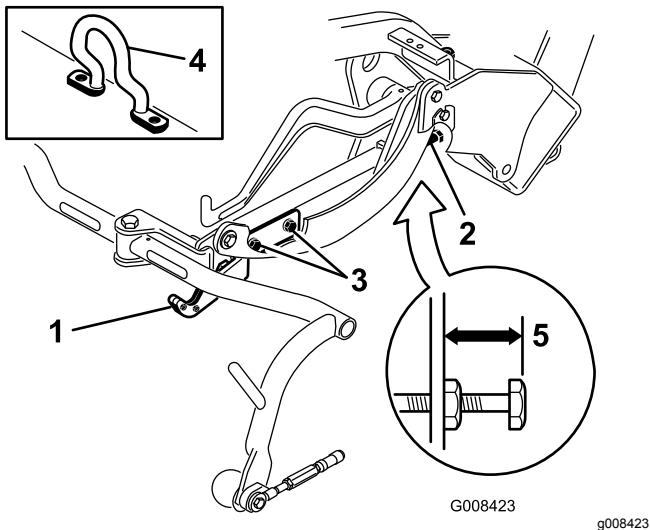
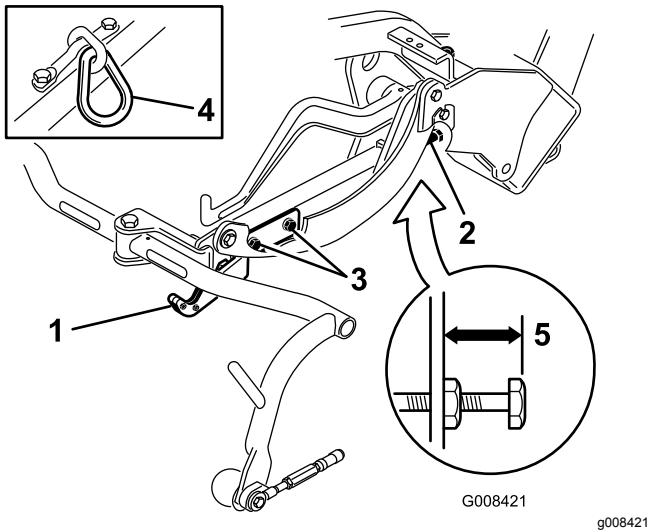
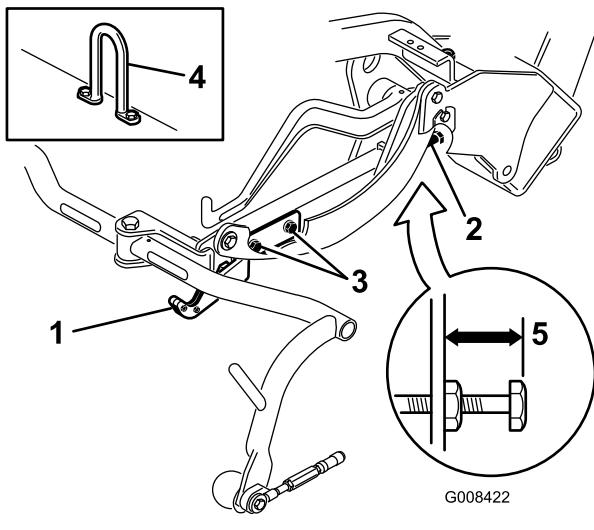

Figure 12
Figure 13
Figure 14
Vérifiez la hauteur de transport (Figure 13 et Figure 14) et ajustez-la au besoin.
2. Sur les plateaux de coupe équipés d'un crochet de levage décentré (Figure 12, détails), vérifiez qu'un espace de 25 mm existe entre le haut de la vis de réglage du bâti porteur et l'arrière du bâti porteur. Si l'espace n'est pas correct (25 mm), passez à l'opération 4.
3. Sur les plateaux de coupe équipés d'un maillon de chaîne ou d'un crochet de levage droit (Figure 13 et Figure 14, détails), vérifiez qu'un espace de 22 mm existe entre le haut de la vis de réglage du bâti porteur et l'arrière du bâti porteur. Si l'espace n'est pas correct (22 mm), passez à l'opération 4. Si le plateau de coupe est équipé d'un crochet de levage décentré (Figure 12), passez à l'étape suivante.
4. Desserrez les vis de la plaque de transport (Figure 13, Figure 14 et Figure 12).
7. Si les bâts porteurs ne sont pas tous à la même hauteur, desserrez l'écrou de blocage de la vis de réglage sur chaque bâti (Figure 12, Figure 13 et Figure 14). Tournez la vis vers l'extérieur pour éléver le bâti ou vers l'intérieur pour l'abaisser. Serrez l'écrou de blocage une fois que vous avez obtenu la bonne hauteur.